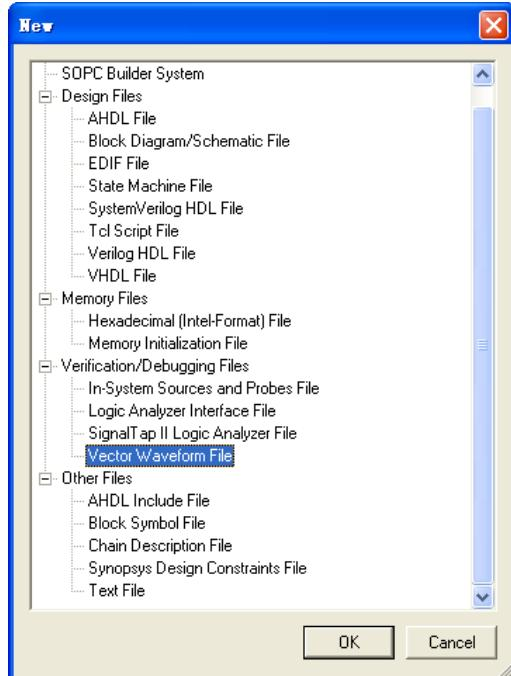

图 3-18 创建波形文件
13. 功能仿真。它是为了检查设计是否在理论上达到预期功能，该仿真不考虑期间实际物理特性。首先创建仿真输入波形文件。仿真时需要对顶层实体的输入管脚提供激励信号，在 Quartus 软件中可以通过波形文件方便的输入。点击菜单项 File->New->Vector Waveform File，如图 3-18 所示。